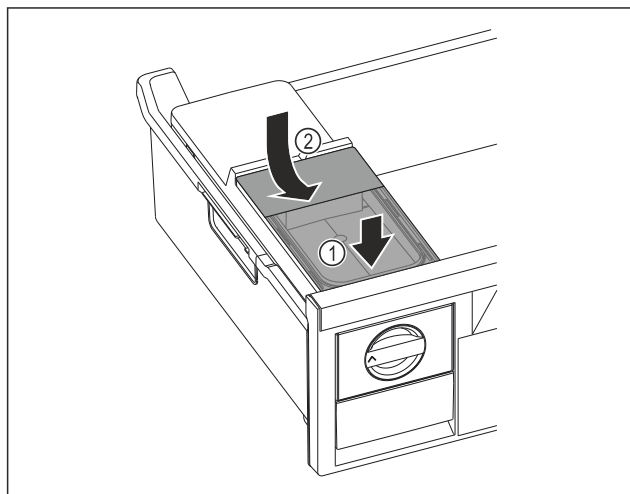

Fig. 130
- Wassertank vorne ansetzen. Fig. 130 (1)
- Wassertank hinten absenken. Fig. 130 (2)